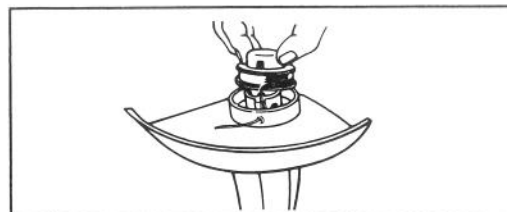

Figure 17
D. La bobine et le noyau sont clavetés. Assurez-vous qu'ils sont bien alignés lorsque vous retirez la bobine en place. Passez le fil dans l'oeillet, placez la bobine sur le noyau claveté et poussez-la jusqu'à ce que vous entendiez un déclic. Décrochez le fil de l'encoche dans la bobine. Déroulez au plus trois pouces de fil de la bobine (Fig. 17).